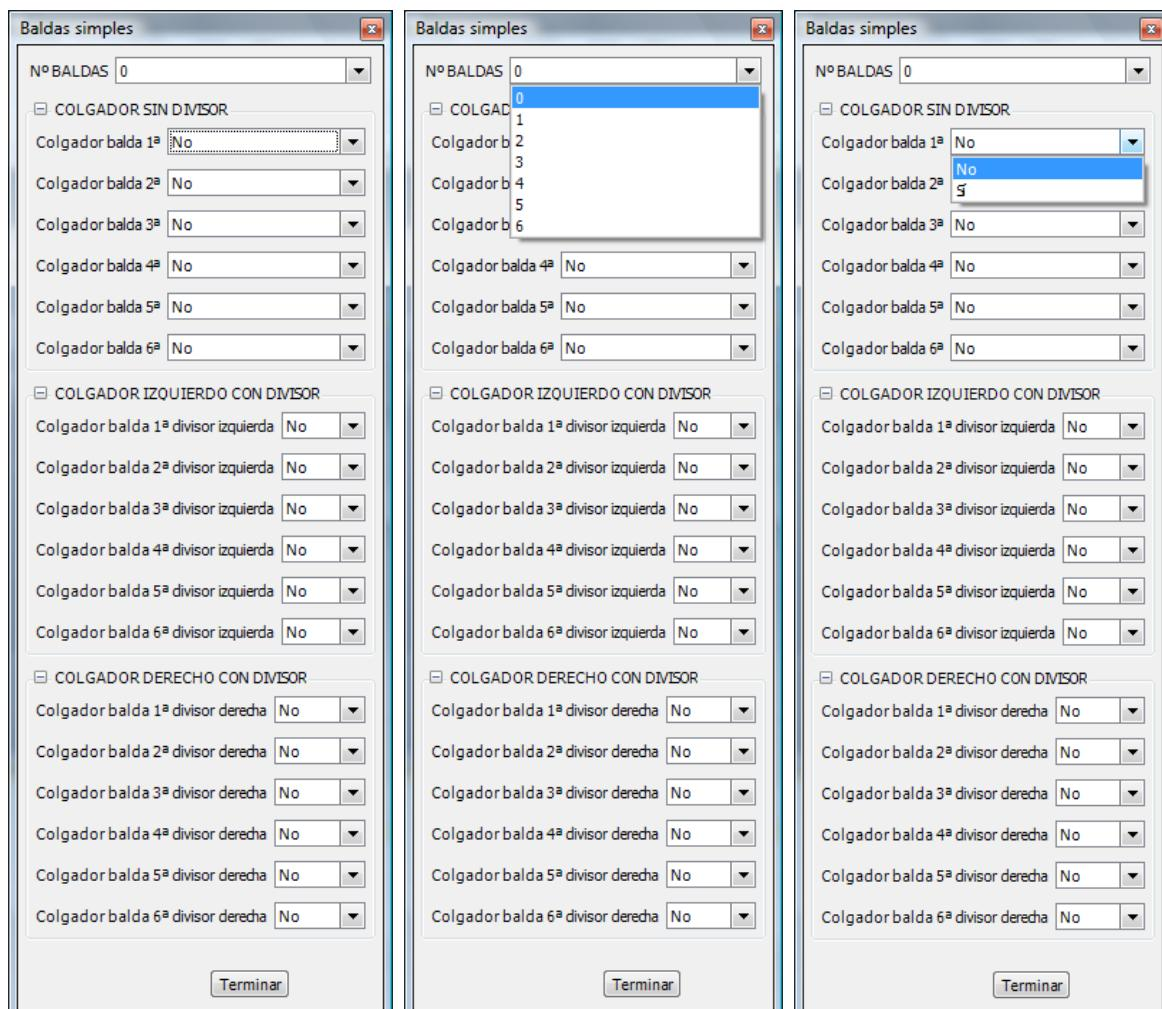

Figura 69 (baldas simples)
- **Baldas:** pinchando sobre el botón **baldas simples** se selecciona el número de baldas simple que se quiere mediante una lista desplegable con la opción de hasta seis baldas simples. Después de seleccionar el número de baldas simples hay que seleccionar cuáles van a llevar corgador. La primera pestaña *colgador sin divisor* es para seleccionar el colgador cuando no hay divisor en el módulo o el divisor no llega hasta la balda porque hay más baldas simples debajo. La segunda pestaña *colgador izquierdo con divisor* es para seleccionar el colgador del lado izquierdo cuando el divisor llega hasta la balda simple. La tercera pestaña *colgador derecho con divisor* es para seleccionar el colgador del lado derecho cuando el divisor llega hasta la balda simple. Todas las selecciones de colgador se realizan con una lista desplegable con las opciones de sí y no. Cuando se termina la selección se pincha en el botón *terminar*. En la siguiente figura 69 se muestra el formulario baldas simples y sus listas desplegables.